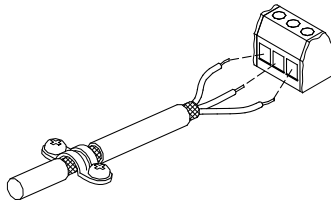

Fig. 10 Cable pelado con conexiones de la pantalla y los conductores
- Conecte las pantallas de los cables al bastidor en ambos extremos con buena conexión. Las pantallas deben encontrarse tan cerca como sea posible de los terminales. Consulte la fig. 10.